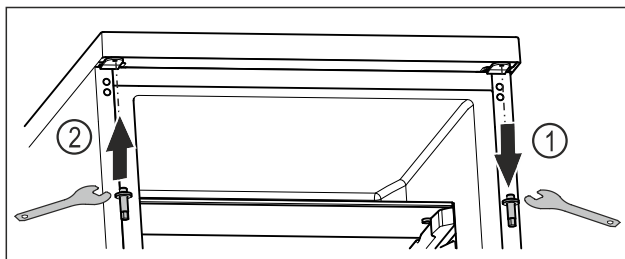

Fig. 23
- Svitare il perno superiore con una chiave esagonale. Fig. 23 (1)
- Avvitare il perno sul lato opposto con una chiave esagonale. Fig. 23 (2)